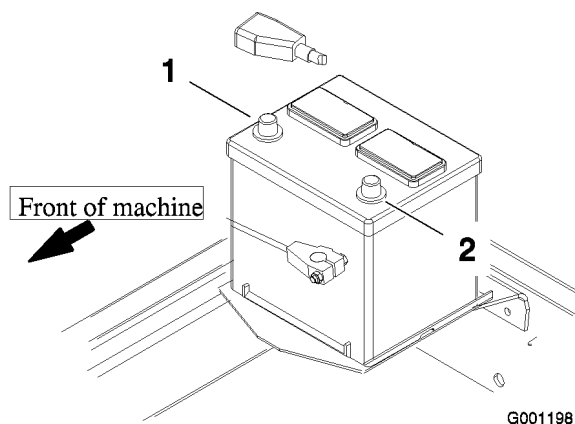

Figura 10
8. Primero, conecte el cable positivo (rojo) al borne positivo (+), y luego conecte el cable negativo (negro) al borne negativo (-) de la batería (Figura 10). Deslice la cubierta de goma sobre el terminal positivo para evitar posibles cortocircuitos eléctricos.